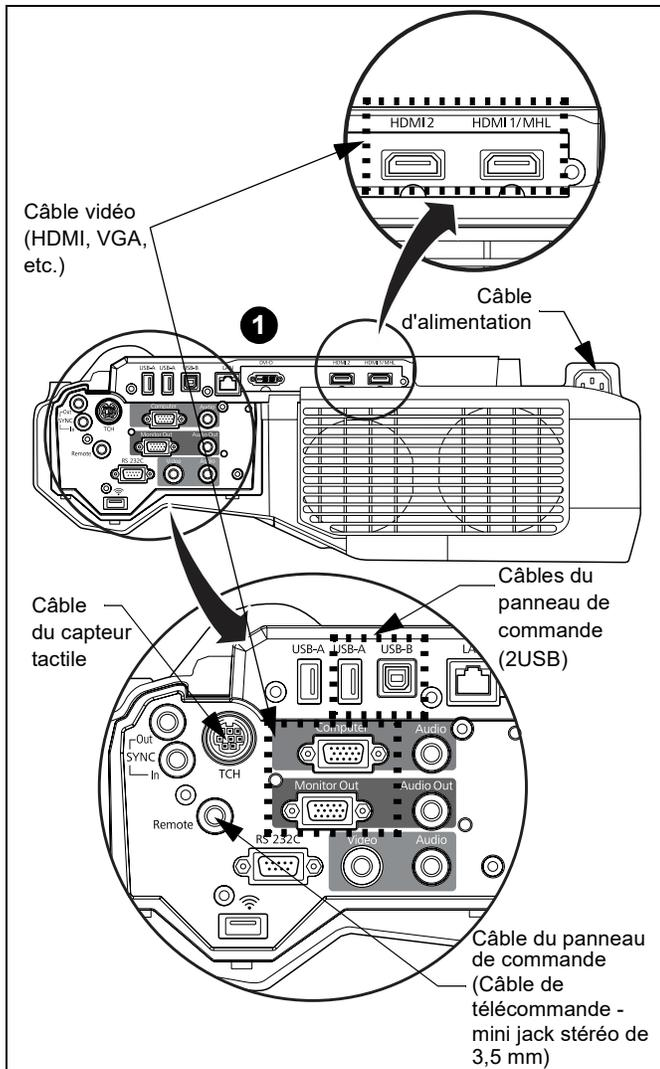

Figure 12
1. Connectez le cordon d'alimentation, le câble vidéo, le câble vidéo, le câble du capteur tactile et les câbles du panneau de commande [2 USB et 1 câble de télécommande {FF} (mini jack stéréo de 3,5 mm)] en suivant les instructions incluses avec le projecteur. (Voir figure 12)